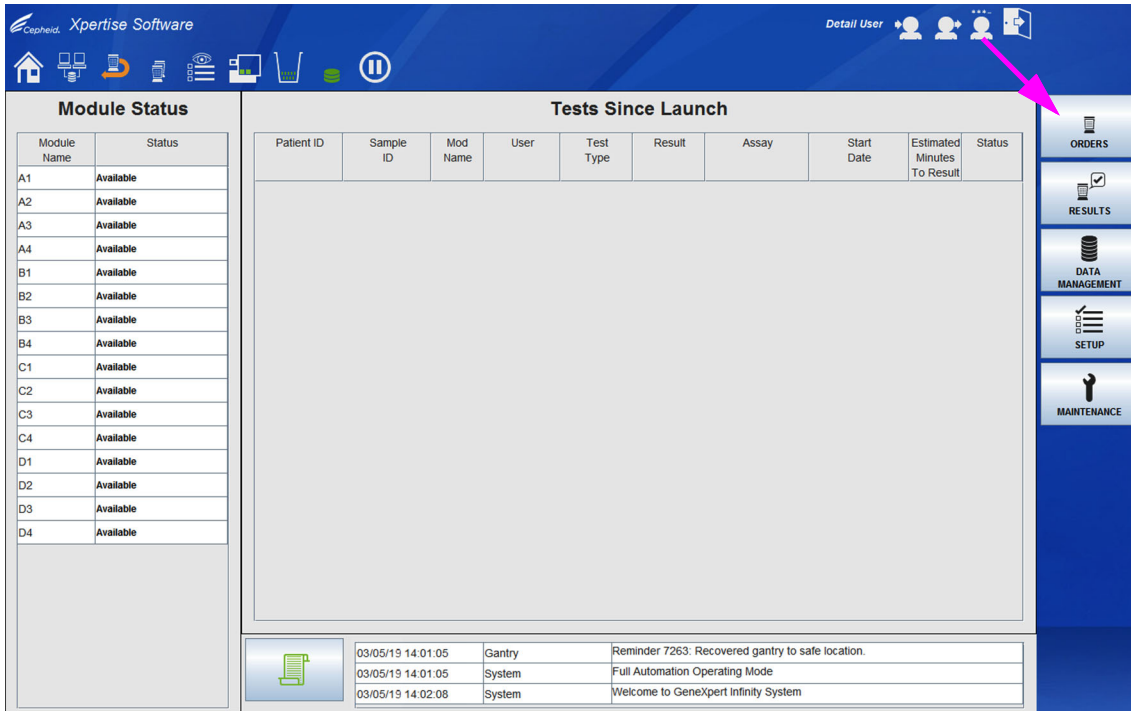
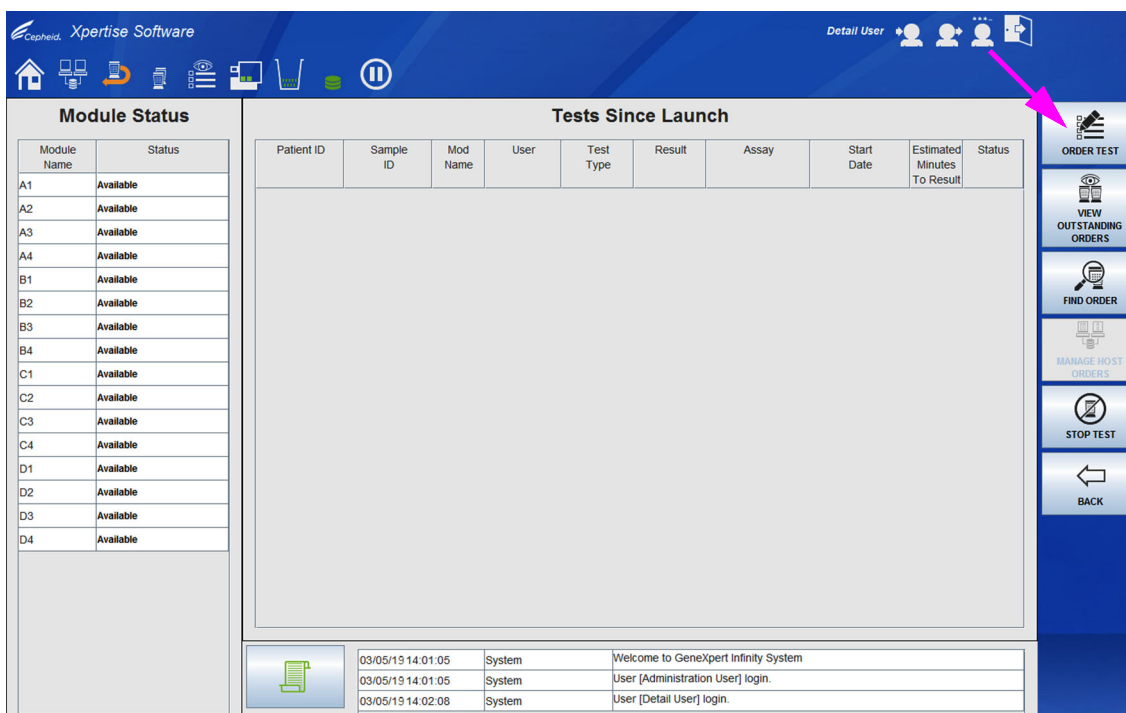
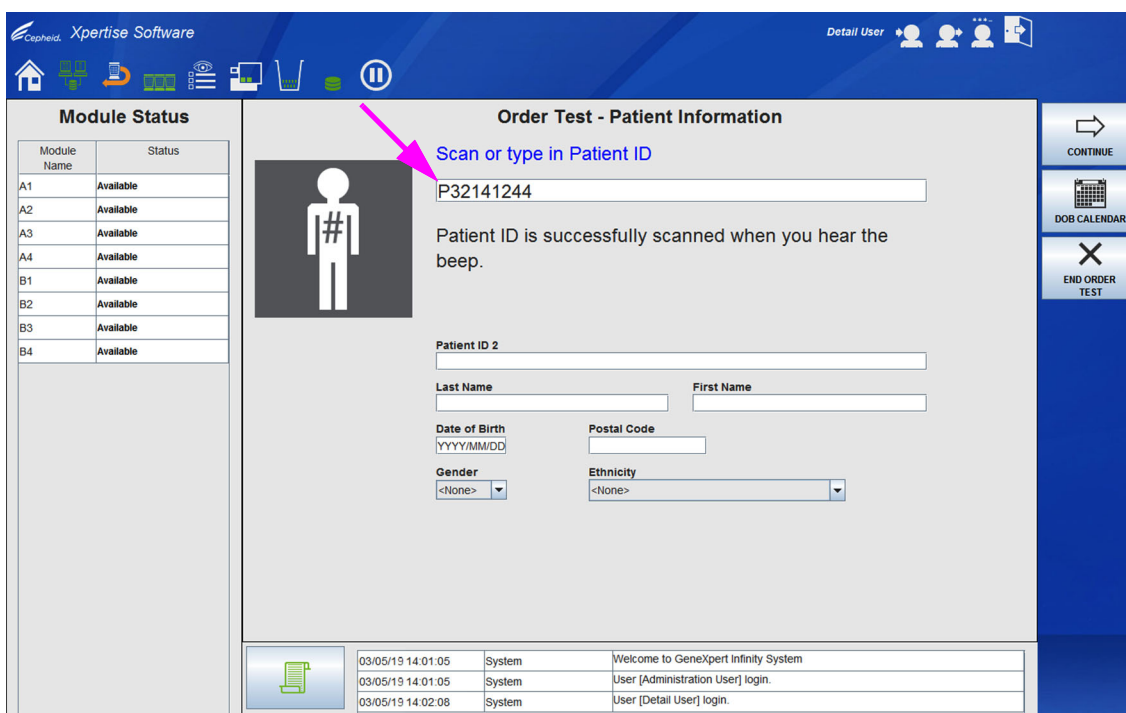
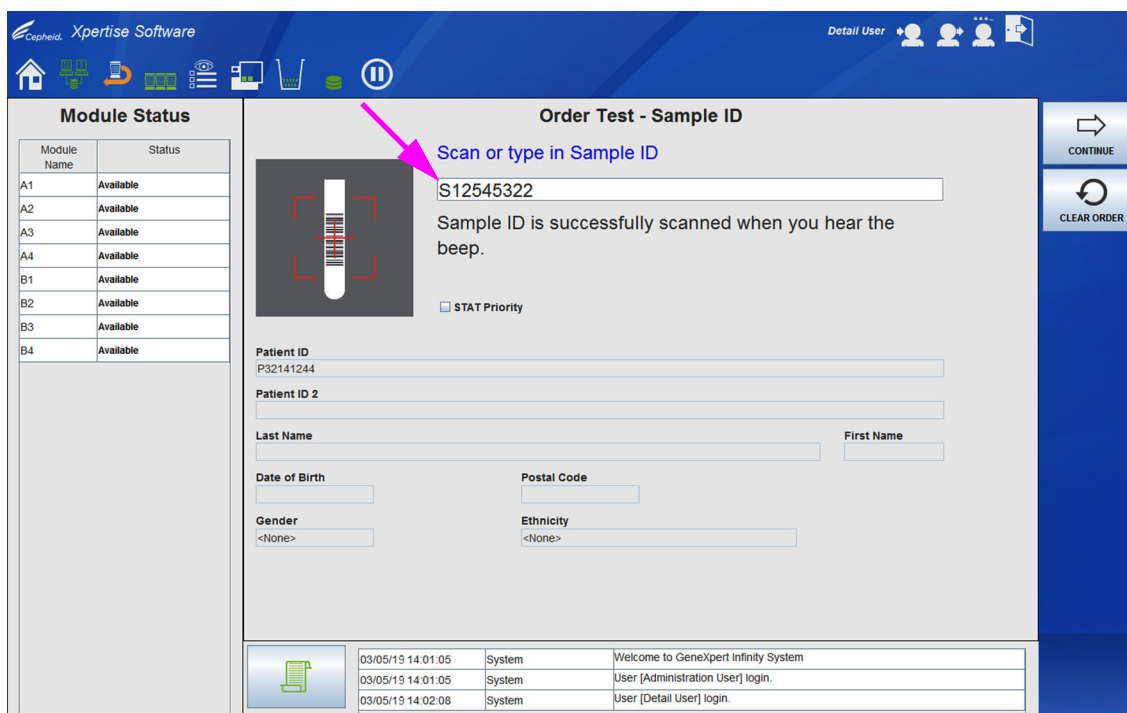

图 5-170. Xpertise 软件主页工作区
图 5-171. 指令菜单
图 5-172. 指令测试 - 患者 ID (Order Test - Patient ID) 工作区
图 5-173. 指令测试 - 样品 ID (Order Test - Sample ID) 工作区
1. 在 Xpertise 软件主页工作区（请参见图 5-170），选择指令 (ORDERS) 按钮。显示指令菜单。请参见图 5-171。
2. 选择指令测试 (ORDER TEST) 按钮（请参见图 5-171）。如果启用了患者 ID (Patient ID)，则显示指令测试 - 患者 ID (Order Test - Patient ID) 工作区（请参见图 5-172）。如果没有启用患者 ID (Patient ID)，将显示指令测试 - 样品 ID (Order Test - Sample ID) 工作区。请参见图 5-173。
3. 使用自助服务终端条形码扫描器扫描患者 ID (Patient ID) 条形码或输入患者 ID。请参见图 5-172。显示指令测试 - 样品 ID (Order Test - Sample ID) 工作区。请参见图 5-173。
4. 使用自助服务终端条形码扫描器扫描样品 ID (Sample ID) 条形码或输入样品 ID。请参见图 5-173。